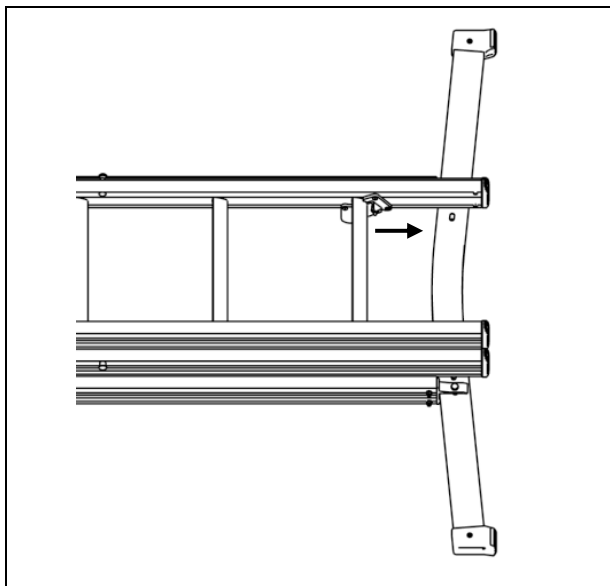
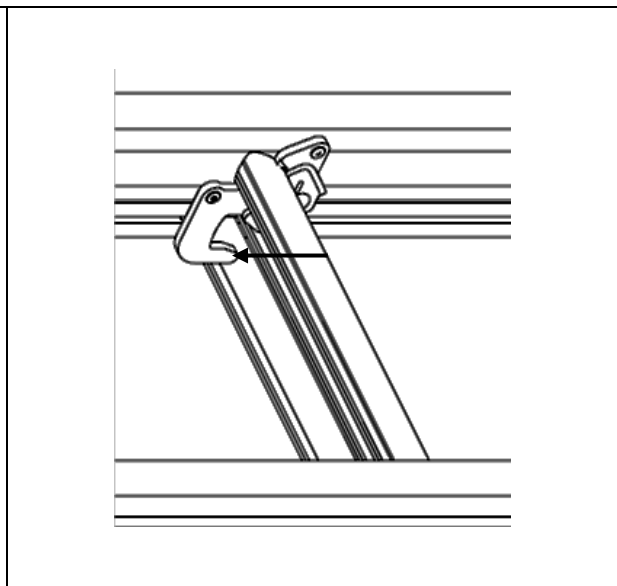
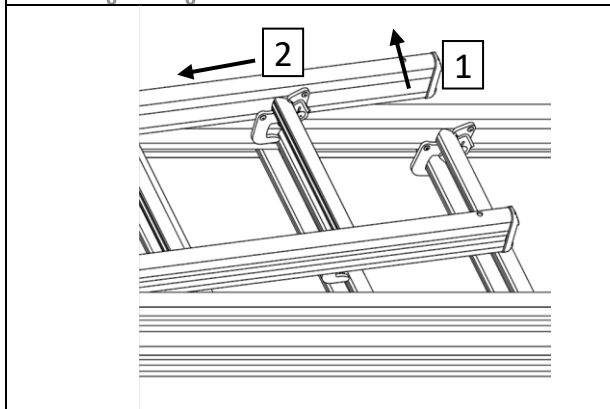

Abbildung 8: Riegel lösen
Abbildung 9: Leiter verschieben
Abbildung 10: Leiter ausfahren
- Zum Ausfahren der Leiter muss zuerst der Riegel des vorderen Leiterteils gelöst werden (Abbildung 8). Gleichzeitig muss das vordere Leiterteil leicht verschoben werden (Abbildung 9). Dann das Leiterteil nach außen schwenken und auf die gewünschte Länge ausschieben (Abbildung 10).
- Zum Ausfahren der Leiter muss zuerst der Riegel des vorderen Leiterteils gelöst werden (Abbildung 8). Gleichzeitig muss das vordere Leiterteil leicht angehoben werden (Abbildung 9). Dann das Leiterteil nach außen schwenken und auf die gewünschte Länge ausschieben (Abbildung 10).
- Zum Ausklappen des mittleren Leiterteils muss zuerst der Riegel gelöst werden (Abbildung 8). Gleichzeitig muss das vordere Leiterteil leicht angehoben werden (Abbildung 9). Danach kann die Leiter nach außen in Stehleiterposition gezogen werden (Abbildung 12).